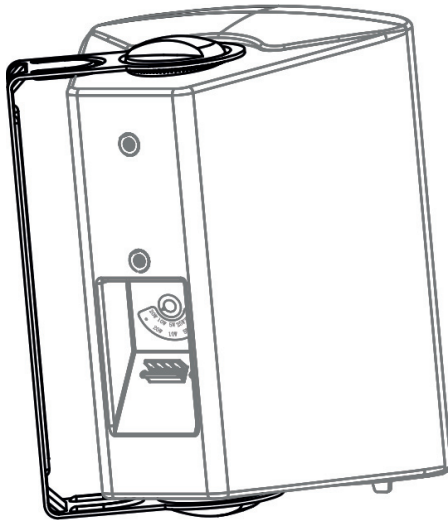

Рис. 3. Громкоговоритель Galil 5-0 с присоединенным кронштейном
4. Совместите отверстия под шурупы на кронштейнах (верхние и нижние) с отверстиями на громкоговорителях и заверните рукоятки таким образом, чтобы каждое из отверстий удерживало громкоговоритель в кронштейне (см. рис. 3).